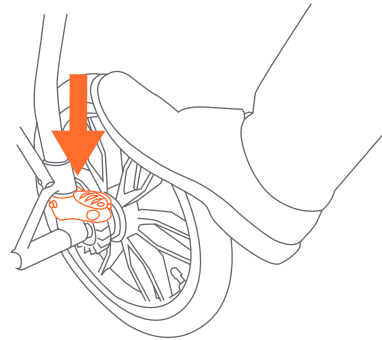

Fig. 11
- 11) • Para aplicar los frenos, ejerza presión hacia abajo a las palancas del freno situada en el eje trasero. El carrito podría requerir un movimiento hacia delante o hacia atrás para activar el freno (Fig. 11). Verifique que el carrito no se mueva una vez que los frenos estén aplicados correctamente. Para soltarlos, levante suavemente la palanca del freno.